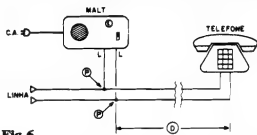

Fig. 6
- FIG. 6 - A INSTALAÇÃO DO MALT - É só ligar o circuito à linha telefônica, via pontos L-L (consustanciados no par de conectores tipo "Sindal" - ver figuras...), sem nenhuma preocupação de polaridade, enfiar o plugue do "rabicho" numa tomada C.A. próxima, ligar a chave geral (L-D) e ajustar o VOLUME! Um teste efetivo, obviamente, apenas poderá ser feito com a linha telefônica "em uso", para se determinar VOLUME, essas coisas (eventualmente configurando a necessidade de modificações no valor do resistor marcado com asterisco no esquema - fig. 1...). Um ponto importante (que já foi insinuado...) é que o MALT não precisa (normalmente nem deve...) ficar próximo ao aparelho telefônico conectado à linha monitorada! Na verdade, a distância "D" pode